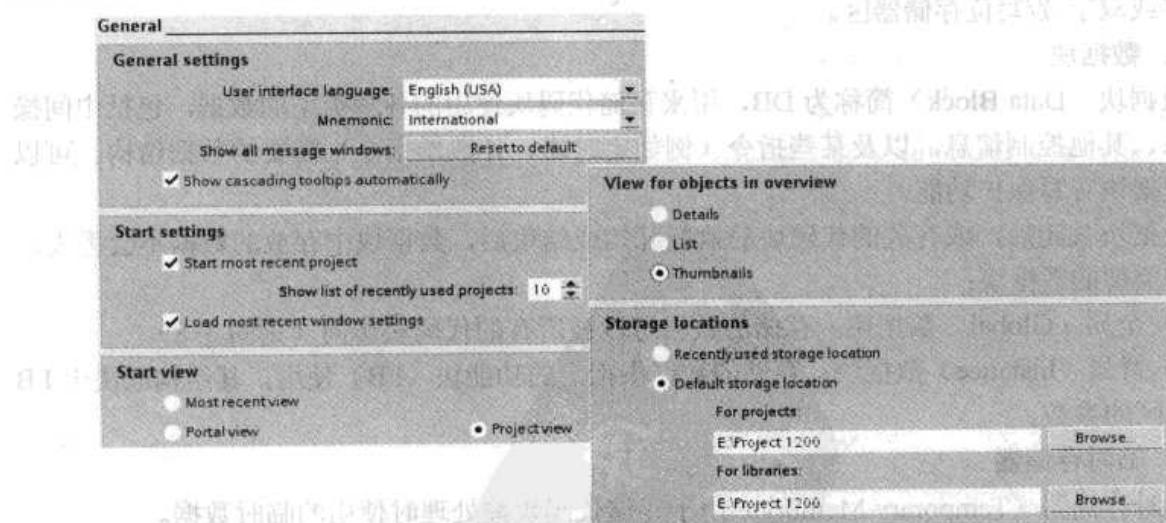
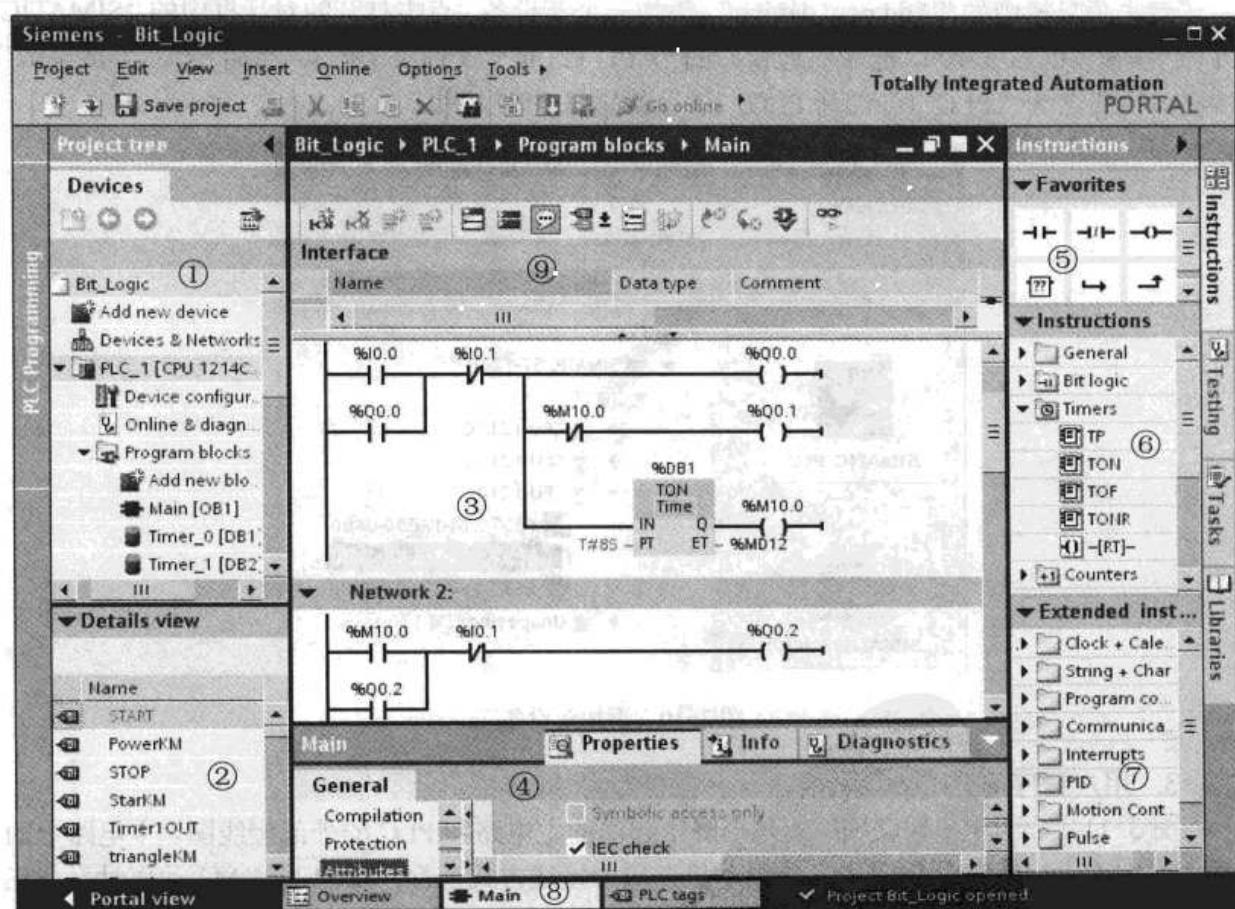
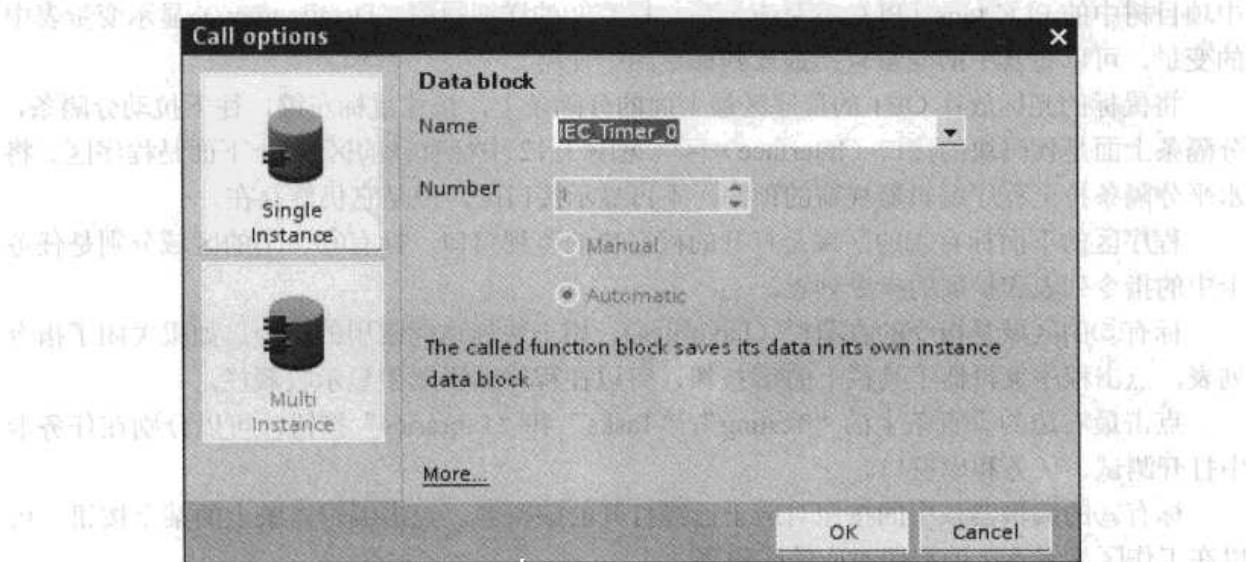

图 3-9 设置 STEP 7 Basic 的参数
图 3-12 项目视图中的程序编辑器
图 3-13 生成定时器的背景数据块
在项目编辑器中执行菜单命令“Options”→“Settings”，选中工作区左边窗口的“General”，在工作区的右边窗口（见图 3-9），用户接口语言只能选英语，助记符 (Mnemonic) 应选英语的助记符 (International)。
按图3-9设置项目后，启动STEP 7 Basic，将自动打开项目视图(见图3-12)，并打开上一次关闭软件之前打开的项目。
按下起动按钮 I0.0, Q0.0 和 Q0.1 同时变为 1 状态 (见图 3-12 中的梯形图), 使 KM1 和 KM2 同时动作, 电动机按星形接线方式运行, 定时器的 IN 输入端为 1。8s 后受定时器控制的 M10.0 的常闭触点断开, 通过 Q0.1 使 KM2 的线圈断电。M10.0 的常开触点闭合, 通过 Q0.2 使 KM3 的线圈通电, 电动机改为三角形接线方式运行。按下停车按钮, 梯形图中 I0.1 的常闭触点断开, 使 KM1 和 KM3 的线圈断电, 电动机停止运行。过载时 I0.1 的常开触点也会断开, 使电动机停机。
双击项目树的文件夹“\PLC\_1\Program blocks”中的 OB1，打开主程序（见图 3-12）。选中项目树中的 PLC tags（PLC 变量表）后，标有②的详细视图（Details view）显示变量表中的变量，可以将其中的变量直接拖放到梯形图中使用。
将鼠标的光标放在 OB1 的程序区最上面的分隔条上，按住鼠标左键，往下拉动分隔条，分隔条上面是代码块的接口（Interface）区（见图 3-12 中标有⑨的区域），下面是程序区。将水平分隔条拉至程序编辑器视窗的顶部，不再显示接口区，但是它仍然存在。
选中图 3-12 中 I0.1 的常闭触点之后的水平线，依次双击、和按钮，出现图中 Q0.1 线圈所在的支路。
选中图 3-12 中 M10.0 的常闭触点左边的水平线，双击按钮，然后打开标有⑥的指令列表中的文件夹“Timer”（定时器），双击其中的接通延时定时器 TON 的图标，出现图 3-13 所示的对话框，点击“OK”按钮，生成指令 TON 的背景数据块。S7-1200 的定时器和计数器
没有编号，可以在图 3-13 中设置定时器的背景数据块的名称（Name），例如 T0，用它来作定时器的标识符。
打开项目树下面的详细窗口（见图 3-12 中标有②的区域），选中项目树中的“PLC tags”，详细窗口显示出变量表中的符号。可以将详细窗口中的符号地址或代码块的接口区中定义的局部变量拖放到程序中需要设置地址的 $<??>$ 处。拖放到已设置的地址上时，原来的地址将会被替换。